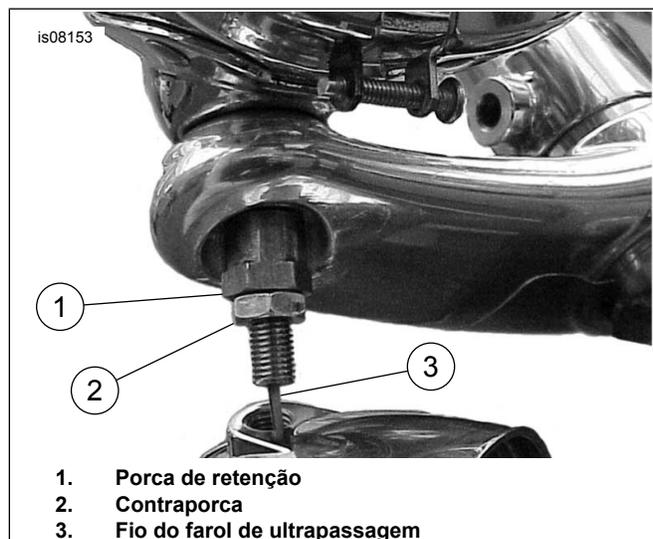

Figura 9. Instalação da porca de fixação e da contraporca
7. Veja Figura 9. Oriente o fio do farol de ultrapassagem através da nova porca de fixação (peça N.º 68323-01) e instale-a nas roscas do farol de ultrapassagem. Aperte a porca de fixação no local adequado.